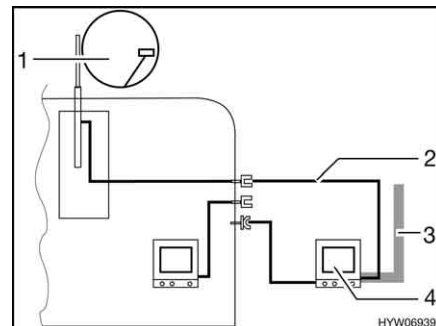

Fig. 150 TV nella tenda veranda
- TV nella tenda veranda (Fig. 150,4): Collegamento all'antenna del tetto (Fig. 150,1) con cavo di collegamento (Fig. 150,2)
- TV nella tenda veranda (Fig. 150,4): Collegamento a antenna esterna (Fig. 150,3)